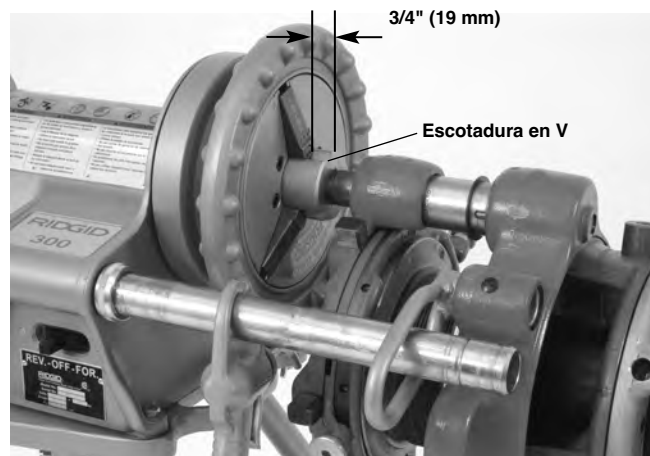

Figura 12 – Colocación de la barra de tracción dejando espacio para el aceite
- Use el equipo apropiado para levantar la roscadora a engranajes y colóquela sobre el extremo del tubo, con un mandril del portaherramientas orientado hacia arriba. Si se levanta a mano, por lo menos dos personas tienen que hacerlo, utilizando las manijas. Esté consciente del peso del equipo: el Modelo 141 pesa 93 libras (42 kg) y el Modelo 161 pesa 158 libras (72 kg). Deje expuesta una longitud de unas $\frac{3}{4}$ " (19 mm) de la barra de tracción frente al mandril para dejar espacio suficiente para colocar aceite (*Figura 12*). Apriete las piezas del mandril en las tres escotaduras en forma de "V" en el cabezal de la barra de tracción. Cierre el cabezal de centrado trasero sobre la barra de tracción. Asegure la estabilidad y seguridad de la roscadora a engranajes y el accionamiento motorizado.
3. Use el equipo apropiado para levantar y colocar la roscadora a engranajes. Si se levanta a mano, por lo menos dos personas tienen que hacerlo, utilizando las manijas. Esté consciente del peso del equipo: el Modelo 141 pesa 93 libras (42 kg) y el Modelo 161 pesa 158 libras (72 kg). Deje expuesta una longitud de unas 3/4" (19 mm) de la barra de tracción frente al mandril para dejar espacio suficiente para colocar aceite (*Figura 12*). Apriete bien las piezas del mandril en las tres escotaduras en forma de "V" en el cabezal de la barra de tracción. Cierre el cabezal de centrado trasero sobre la barra de tracción. Asegure la estabilidad y seguridad de la roscadora a engranajes y el accionamiento motorizado.